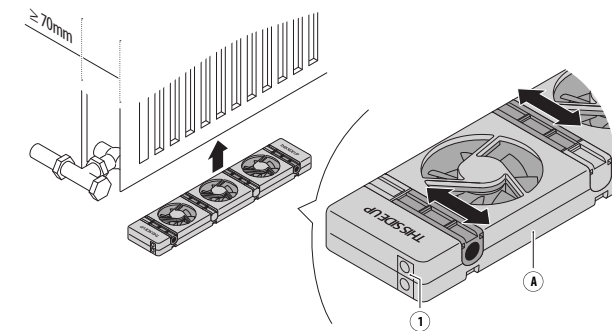

Abb. 1 – Position des SpeedComfort (A).
1. Stellen Sie sicher, dass der **SpeedComfort** (A) nach oben zeigt und die weiblichen Anschlüsse (1) in Richtung Steckdose ausgerichtet sind (siehe Abb. 1).